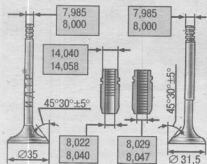

Рис. 5.3. Размеры клапанов и их направляющих втулок
35. Проверьте зазоры между направляющими втулками и клапанами. Зазор вычисляют как разность между диаметром отверстия во втулке и диаметром стержня клапана (рис. 5.3). Проверку зазора рекомендуется выполнять в специализированной мастерской, так как для измерения диаметра втулок нужен специальный инструмент (нутромер).